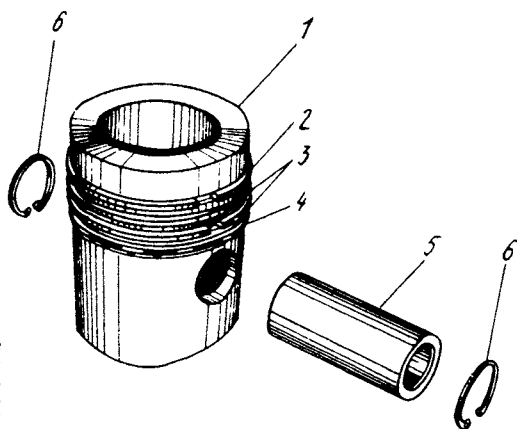

Рис. 9. Поршень:
**Поршни** (рис. 9) отлиты из высококремнистого алюминиевого сплава. На поршне расположены три компрессионных и одно маслосъемное кольцо с расширителем. Компрессионные кольца имеют трапецеидальное сечение. Наружная поверхность верхнего компрессион-